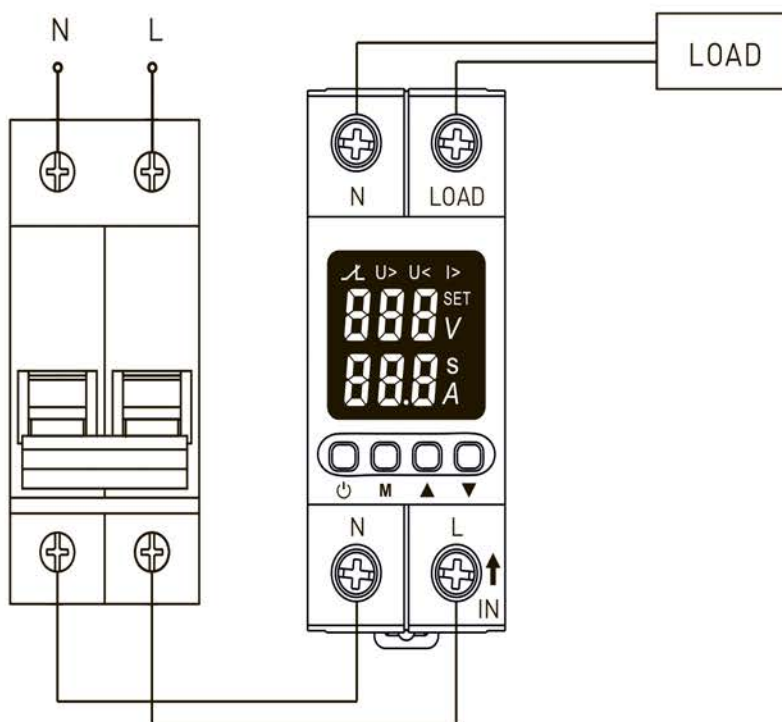

Рисунок 4. Схема подключения реле
2. Подключить провода в соответствии со схемой (рисунок 4): входные клеммы (L/N IN) к сети ~230 В, выходные клеммы (LOAD) к нагрузке.